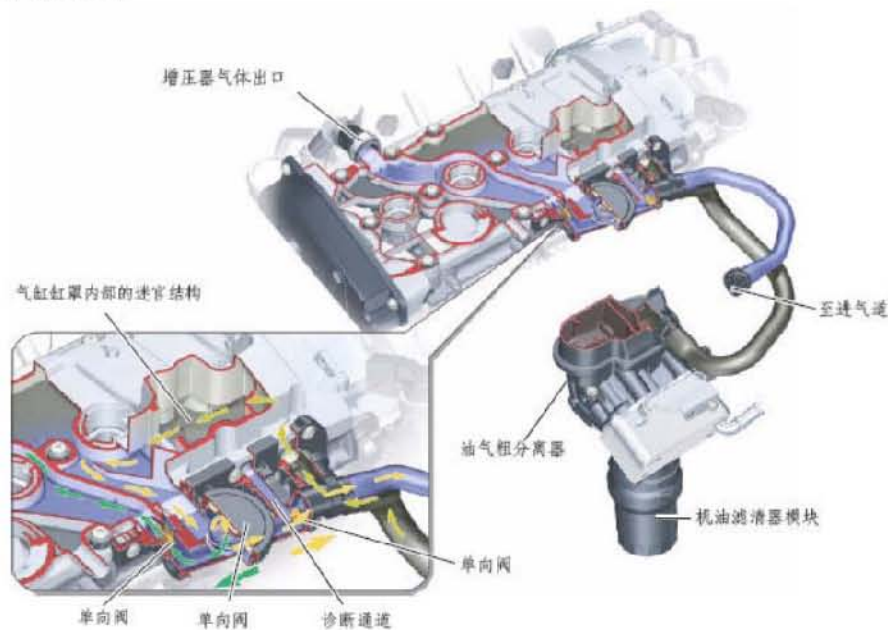

图 6 曲轴强制通风装置路线图
- 6). 检查空气流量计的 5V 恒压和接地正常，没有零点漂移，输出电压也正常；检查活性炭罐电磁阀工作正常；检查 PCV 阀的安装和动作都正常。如是就更换了油气分离器总成，发现发动机负荷立即恢复到 16.5%，节气门开度也恢复到 2.0% 以上，系统恢复正常，试车近 200 公里无故障再现。曲轴强制通风装置路线图 6 所示：